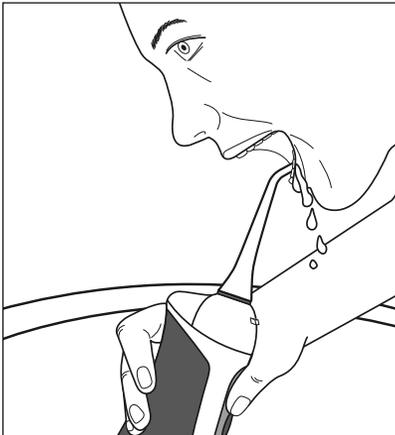

Fig. 1
❶ Nota
- ▶ Durante l'utilizzo assicurarsi di non tappare con le dita le aperture d'ingresso dell'aria ❹ del lato posteriore dell'apparecchio portatile ❺.
- ▶ Se durante l'utilizzo si tiene l'apparecchio portatile in posizione troppo inclinata ❺, può fuoriuscire acqua dalle aperture d'ingresso dell'aria ❹.
- ▶ L'apparecchio portatile ❺ si spegne automaticamente dopo circa 50 secondi (jet)/circa 60 secondi (normal)/circa 70 secondi (soft) anche se nel serbatoio dell'acqua ❻ si trova ancora acqua.
- 4) Infilare l'accessorio **2** nella bocca per evitare spruzzi d'acqua. Piegarsi sul lavabo e tenere l'apparecchio portatile **5** possibilmente verticale (vedere fig. 1). L'ugello **1** dell'accessorio **2** è diretto sui denti/spazi interdentali.